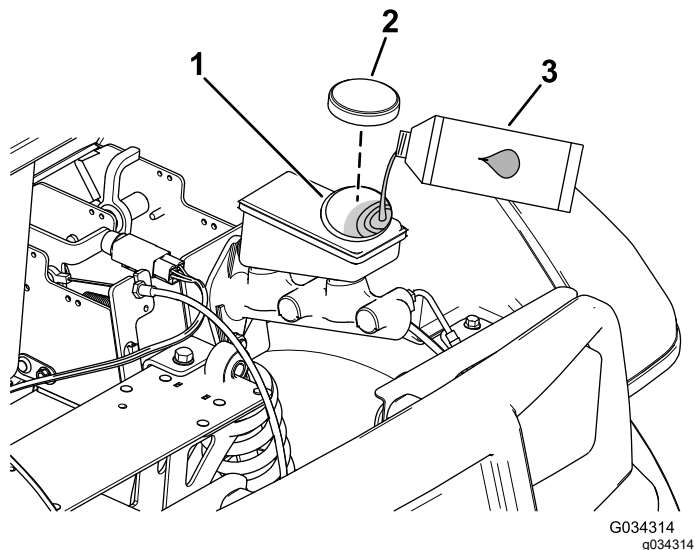

图 64
4. 抬起机罩可接触到主刹车油缸和油箱图 64。
- A. 清洁油箱盖附近的区域并取下油箱盖图 64。
- C. 安装油箱盖图 64。